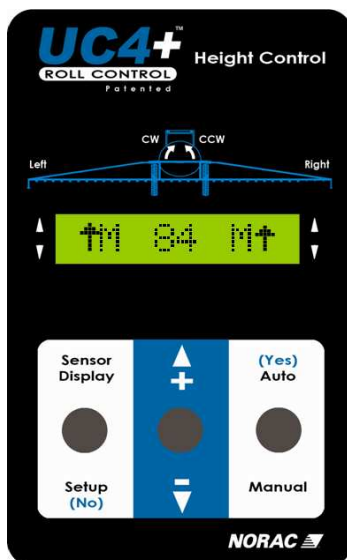

Abbildung 1 – Der Normal-Bedienbildschirm
- Das System ist betriebsbereit, wenn der Normal-Bedienbildschirm (**Abbildung 1**) angezeigt wird.
- Um zum Normal-Bedienbildschirm zurückzukehren, betätigen Sie den Schalter "**SETUP (NO)**" und halten Sie diesen für zwei Sekunden gedrückt.